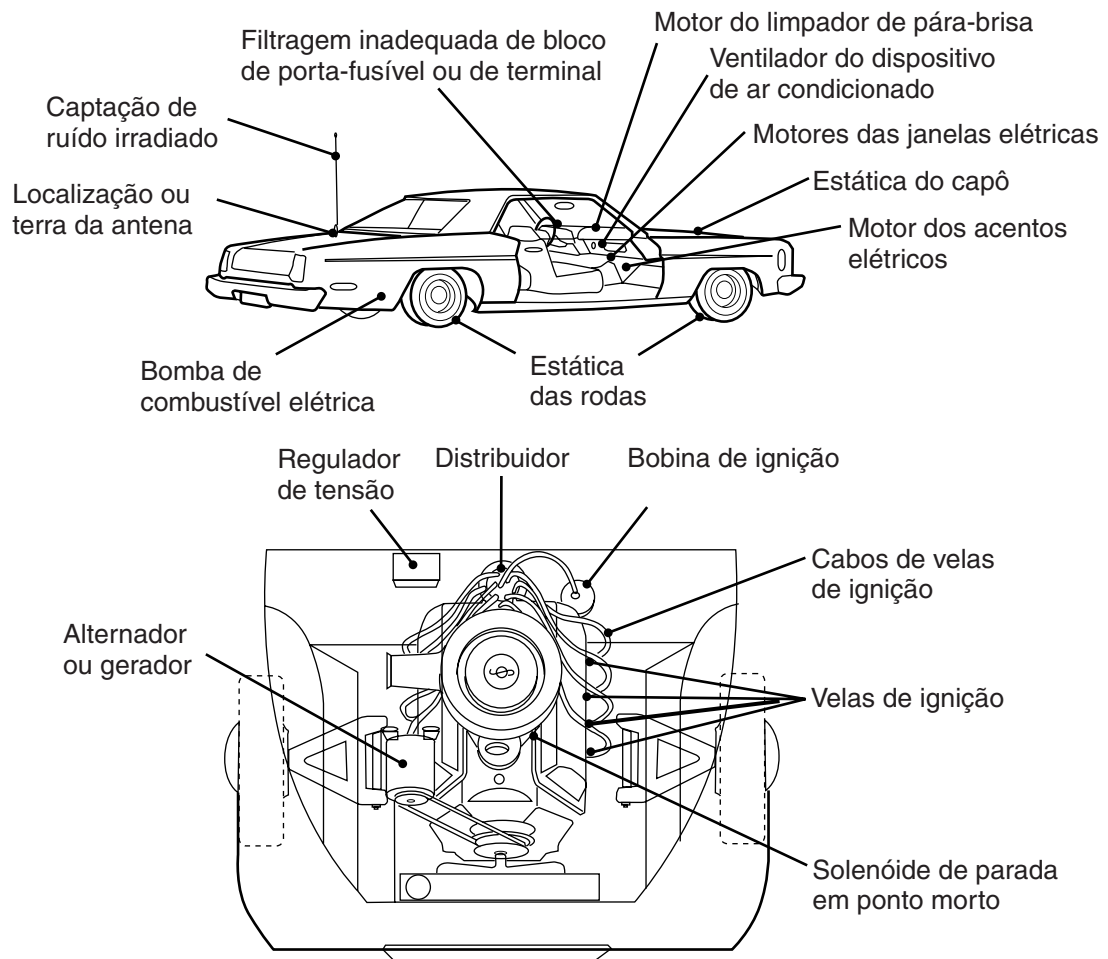

Figura 7-1. Fontes de ruído
As três principais fontes de ruído em sistemas de rádios móveis são as seguintes: (1) ruído irradiado; (2) ruído conduzido; e (3) ruído induzido. (Ver Figura 7-1 onde estão ilustradas as fontes mais comuns de ruído em veículos).